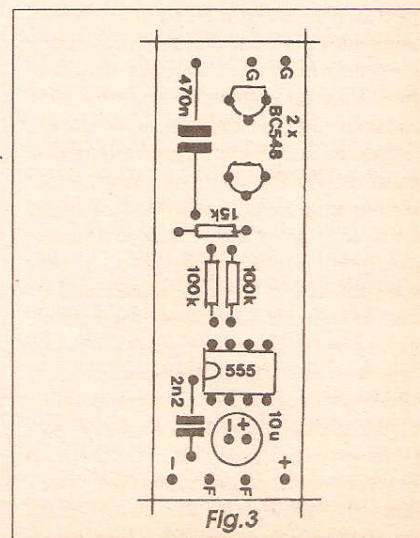

Fig. 3
- FIG. 3 - CHAPEADO DA MONTAGEM - Agora vista pelo lado não cobreado, a plaquinha mostra os principais componentes já posicionados, identificados pelos seus códigos, valores, polaridades, etc. Como sempre, pedimos maior atenção para os componentes polarizados: o integrado com sua extremidade contendo uma pequena marca voltada para a posição ocupada pelo capacitor de 2n2, os dois transistores com seus lados *chatos* voltados para a borda estreita da placa onde situam-se os terminais periféricos G-G, e o capacitor eletrolítico com a polaridade dos seus terminais respeitadas (está marcada no próprio corpo do componente, além do que - normalmente - a *perna* mais longa corresponde ao *positivo*...). Cuidado também para não trocar de lugar os resistores, em função dos seus valores (em dúvida, consultar o TABELÃO APE, onde informações básicas de identificação de valores, polaridades e terminais estão permanentemente à disposição do leitor, hobbysta iniciante...). Conferir tudo com bastante atenção, ao final, só então cortando as *sobras* dos terminais, pelo lado cobreado... Aproveitar para verificar bem o estado dos pontos de solda, principalmente assegurando-se de que não houve *correntes* entre as ilhazinhas muito próximas umas das outras, correspondentes às *perninhas* do integrado...